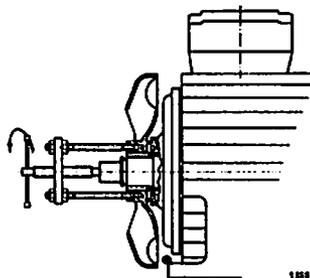

Fig. 5
- Démontez le ventilateur 8 en agissant par traction. Utiliser pour cela les tiges filetées vissées dans les trous prévus dans le moyeu du ventilateur (fig. 5).